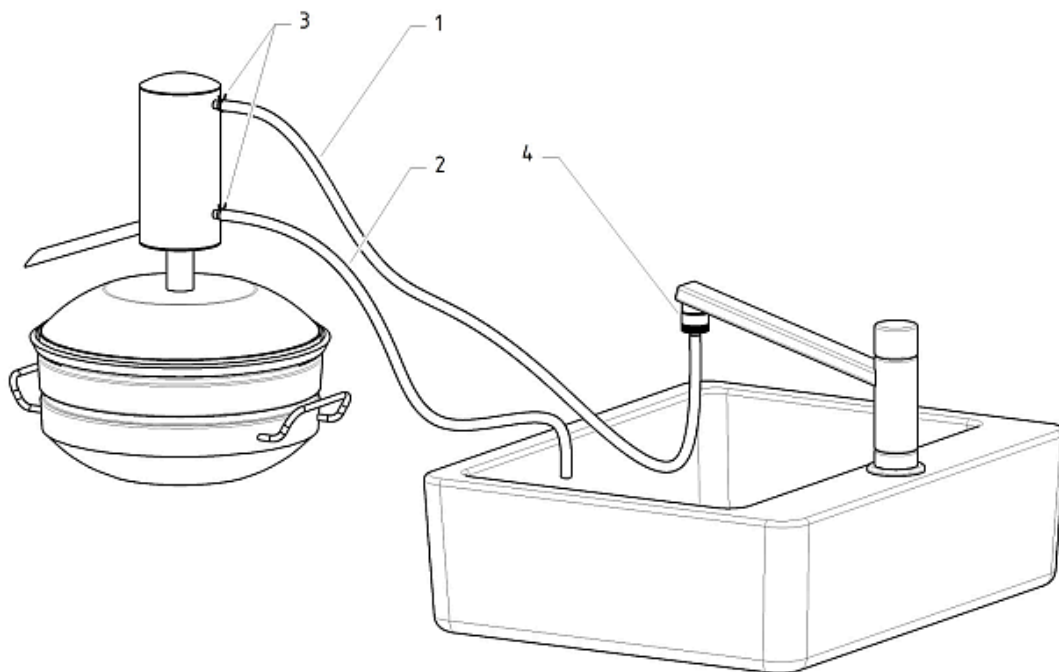

Рисунок 2 — Схема закрепления шлангов на верхнем и нижнем штуцерах холодильника гидратора «Ева NEW».
- заполнить куб гидратора (1) водой не более, чем до линии зиговки, на которой установлена сетка;
- установить сетку для сырья (3) на зиговку куба;
- выложить растительное сырьё на сетку (3);
- присоединить шланги отвода и подвода воды соответственно к нижнему (6) и верхнему (7) штуцерам холодильника (рисунок 2);